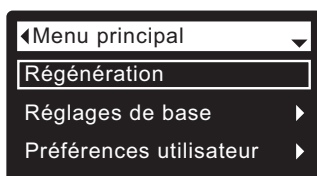
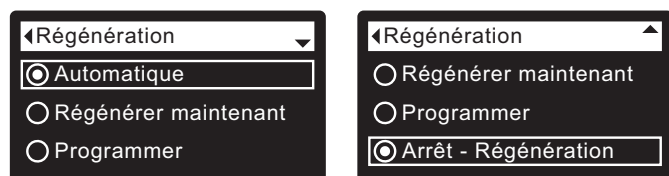
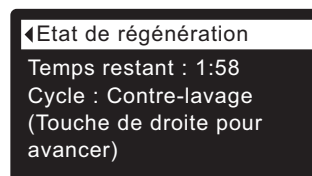

FIG. 44
FIG. 45
FIG. 46
2. Vérifiez que **Régénération** est mis en encadré (cf. Figure 44).
3. Appuyez sur le sélecteur (O) pour afficher le menu de régénération (cf. Figure 45).
4. Si le cercle à gauche de l'option souhaitée a déjà un point (cf. Figure 45), passez à l'étape 5. Sinon, appuyez sur le bouton BAS (▼) ou HAUT (▲) pour passer à l'option souhaitée, puis sur le sélecteur (O) pour confirmer votre choix.
- **Régénérer maintenant** démarre sans délai une régénération si vous appuyez sur le sélecteur (O) à l'étape 5.
5. Appuyez sur le sélecteur (O) : Si vous sélectionnez **Régénérer maintenant**, l'afficheur passe immédiatement à l'écran État de régénération (cf. Figure 46); Si vous sélectionnez **Automatique**, **Programmer** ou **Arrêt - Régénération**, l'afficheur revient au Menu principal (Figure 44).